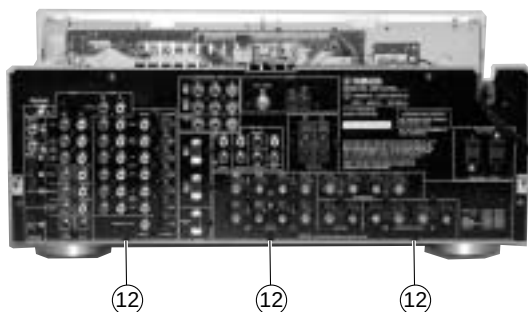

Fig. 15
- Remove 3 screws (⑫). (Fig. 15)
- ⑫のネジ3本を外します。(Fig. 15)